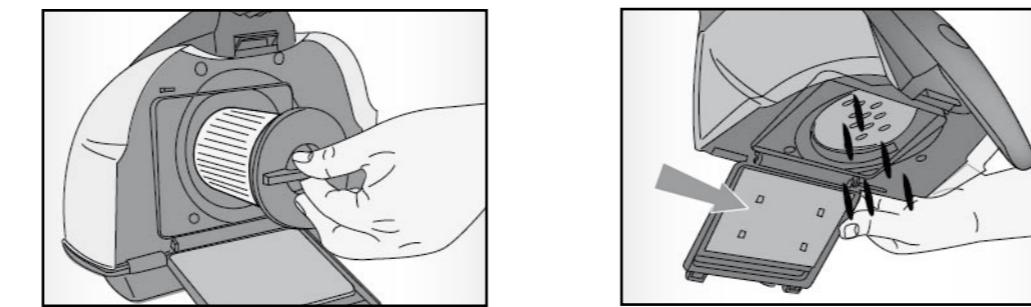

Fig. 9
- Svuotare il contenitore della polvere (7) (Fig. 9).
- Per il riposizionamento, inserire il filtro sul contenitore (7) e ruotarlo in senso orario. Richiudere